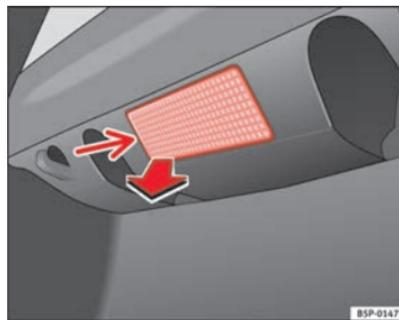

Fig. 192 Luz do porta-bagagens
- Extrair a tulipa, pressionando o rebordo da parte interior da mesma -seta- com a ajuda da parte plana de uma chave de parafusos ⇒ fig. 192. ▶